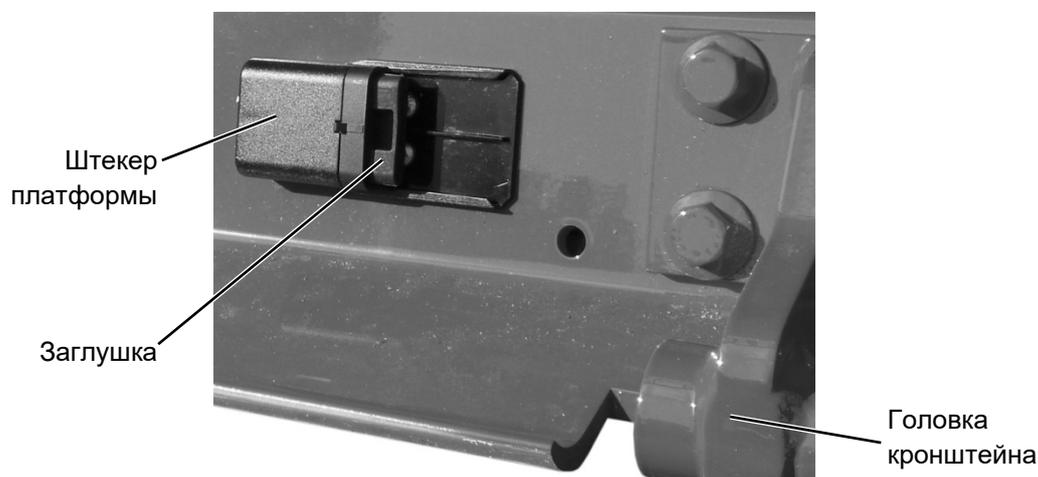

Рисунок 42: Штекер платформы
Для монтажа датчика наклона **B15S** на нижней стороне платформы рядом с правой головкой кронштейна имеется штекер платформы (см. Рисунок 42). Через штекер платформы и датчик наклона **B15S** осуществляется также питание электрических конструктивных деталей платформы.
- ▶ Удалите заглушку из штекера платформы (см. Рисунок 42).